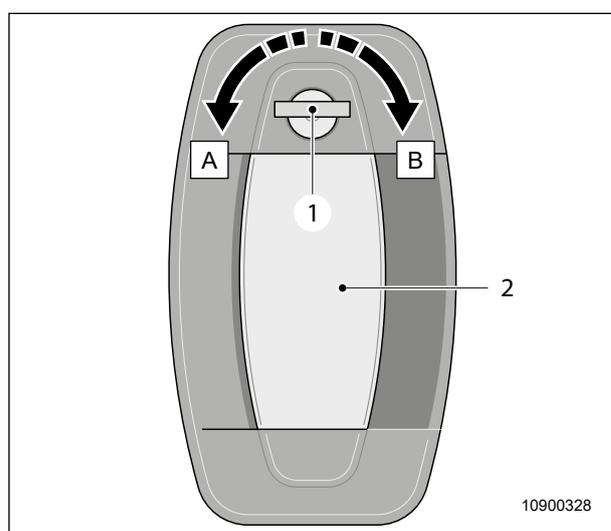

Fig. 5 Apertura e chiusura della porta dall'esterno
1. Inserire la chiave (Fig. 5, pos. 1) nella serratura della porta e girarla in senso orario fino alla posizione » B «.
2. Girare manualmente la chiave (Fig. 5, pos. 1) fino a portarla nella posizione iniziale e poi estrarla.
3. Tirare la maniglia (Fig. 5, pos. 2) e aprire la porta.
1. Inserire la chiave (Fig. 5, pos. 1) nella serratura della porta e con una leggera pressione contro la porta girarla in senso antiorario fino alla posizione » A «.